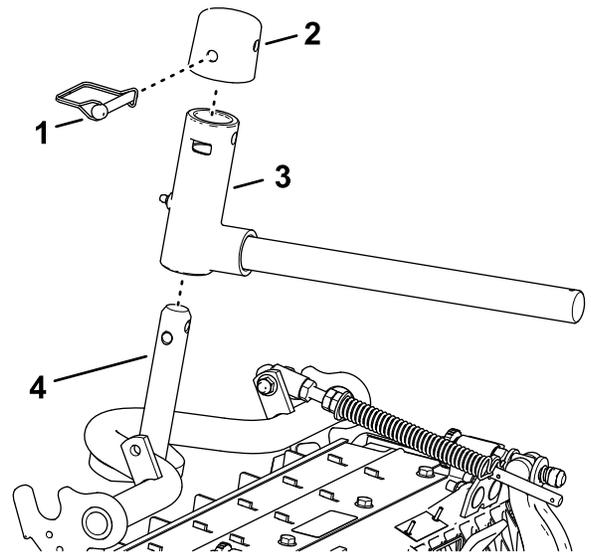

図 18
- ピボットヨークをキャリアフレームのシャフトに取り付ける 図 18。